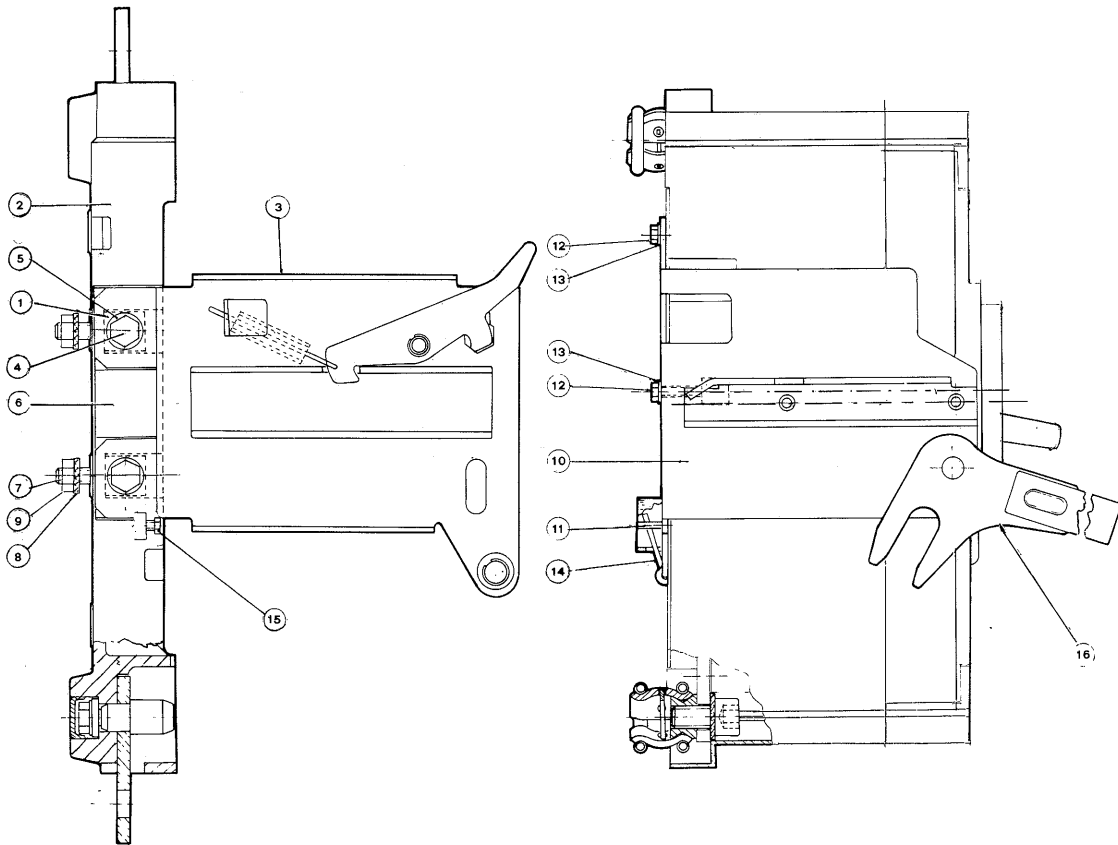

Fig. 12
**7.6. Trasformazione dell'interruttore base in interruttore sezionabile con attacchi anteriori (fig. 12)**
- b) inserire i 4 dadi speciali (1) nelle sedi della base (2)
- c) fissare le guide di scorrimento (3) con le viti (4) e le rosette (5) curando l'assialità tra le stesse, ponendo fra loro il distanziatore (6) come indicato in figura
- d) infilare nei fori di fissaggio della base le 4 viti (7) complete di rosette (8) e dei dadi (9)
- f) fissare il telaio (10) con le viti (12) e le rosette (13)
N.B. Per il sezionamento e l'inserzione dell'interruttore utilizzare l'apposita leva (16).
**7.6. Conversion of a basic breaker into a front terminal draw-out breaker (fig. 12)**
- b) introduce the four special bolts (1) into proper seats on the base (2)
- c) secure the guides (3) with screws (4) and washers (5), checking their proper alignment, interposing the spacer (6) as shown on the figure
- d) introduce the four bolts (7) with washers (8) and nuts (9) into proper base holes
- f) secure the frame (10) with screws (12) and washers (13)